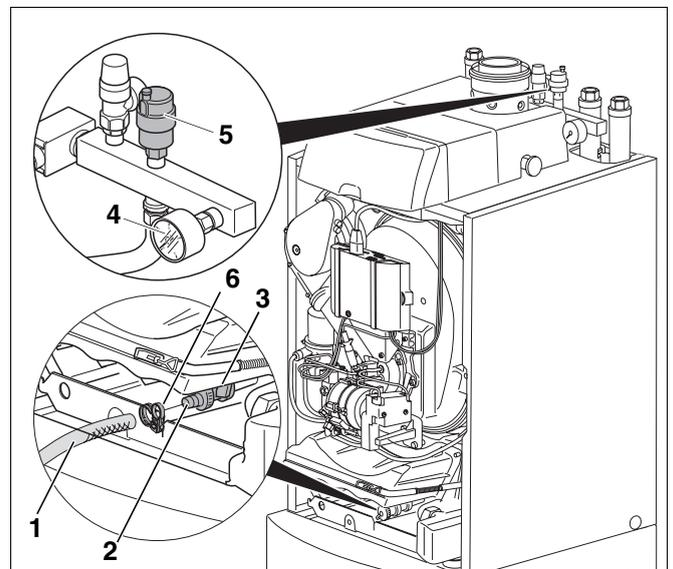

Bild 22 Heizungsanlage mit Füllwasser befüllen
- Kappe des automatischen Entlüfters (Bild 22, **Pos. 5**) eine Umdrehung aufdrehen, damit die Luft entweichen kann.
- Heizungsanlage über den bauseitigen Füllhahn langsam befüllen. Dabei Druckanzeige (Manometer, Bild 22, **Pos. 4**) für den Heizkreis beachten.
- Wasserzufuhr, Füll- und Entleerungshahn (Bild 22, **Pos. 3**) schließen.